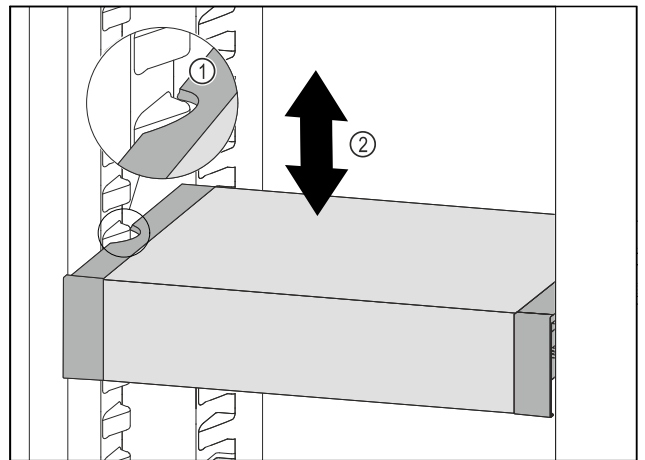

Fig. 161
- VarioSafe nach vorne ziehen, bis sich die seitlichen Aussparungen des VarioSafes auf Höhe der Behälterrippe im Kühlteil befinden. Fig. 161 (1)
- VarioSafe im Kühlteil nach oben oder unten bewegen, bis gewünschte Höhe erreicht ist. Fig. 161 (2)